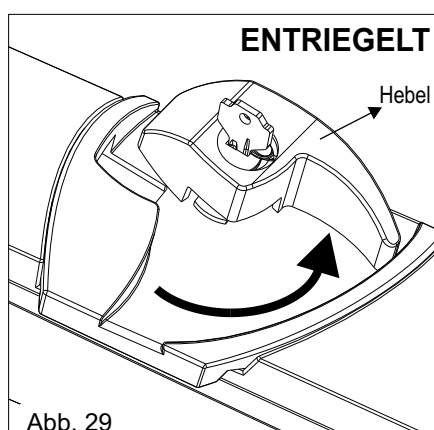

Abb. 29
- 3) Den Hebel gegen den Uhrzeigersinn drehen, um den Antrieb zu entriegeln (Abb.29)